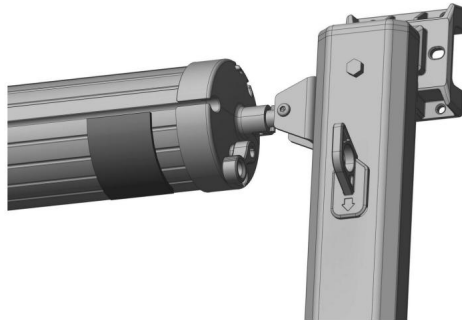

Figura E3
3. La tela de ambos lados del rollo está doblada de manera desigual y un lado no se puede tensar: verifique si la tela del toldo está dañada o deformada y reemplace la tela del parasol. Alternativamente, se puede aplicar una pegatina de ajuste del grosor adecuado en el borde del tubo enrollado del lado que no se puede tensar por completo (se debe proporcionar por separado) y se puede ajustar la cantidad del círculo de la lona para garantizar un ajuste uniforme en ambos lados. (Figura E3).